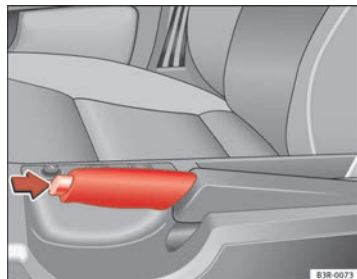

Fig. 140 Détail de la console centrale : Frein à main serré
- Tirez quelque peu le levier de frein à main vers le haut en appuyant sur le bouton de verrouillage ⇒ fig. 140 -flèche-.